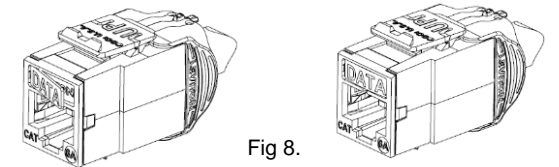

Fig 8.
2. Carefully break away the desired Icon, trim away any residual plastic vestige, and press Icon securely into the front of the jack. (See Fig. 8).
2. Détacher délicatement l'étiquette voulue, l'ébarber et bien l'insérer à l'avant du connecteur (figure 8).
2. Rompa con cuidado el ícono deseado, recorte cualquier vestigio de plástico y presione el icono firmemente en la parte frontal del jack (Ver Fig. 8).